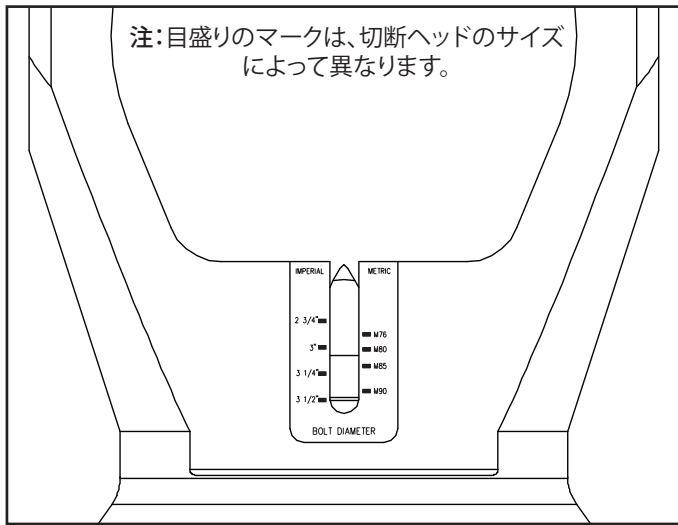

図 5、ブレード切断深さ目盛り
4. ブレードホルダの赤色のマーカラインが目盛りの目的のボルトサイズのマーカラインに一致するまで、切断ヘッドを回します。図5を参照してください。